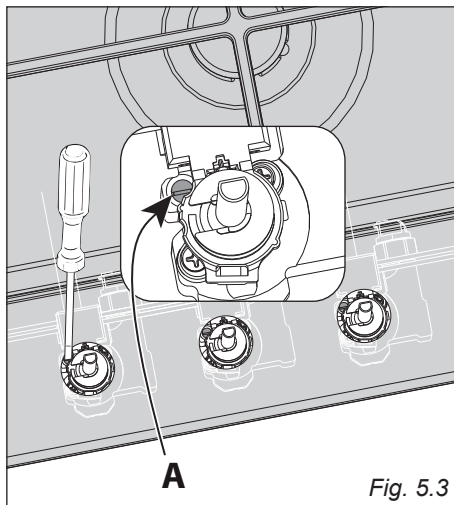

Fig. 5.3
- Med en skruvmejsel vrids skruven "A" tills lågan har en ordentlig längd (Fig. 5.3).